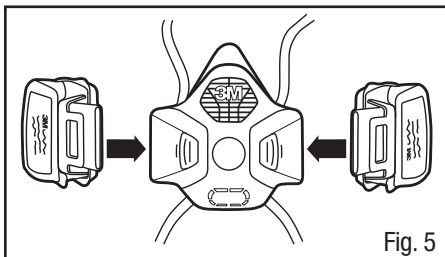

Fig. 5
1. Alinhe a extremidade da porta dos cartuchos com os encaixes da peça facial (Fig. 5).